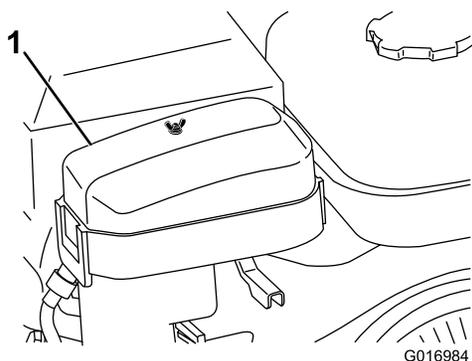

Figura 24
2. Retire las tuercas de orejeta que sujetan la tapa del limpiador de aire al limpiador de aire y retire la tapa (Figura 24).